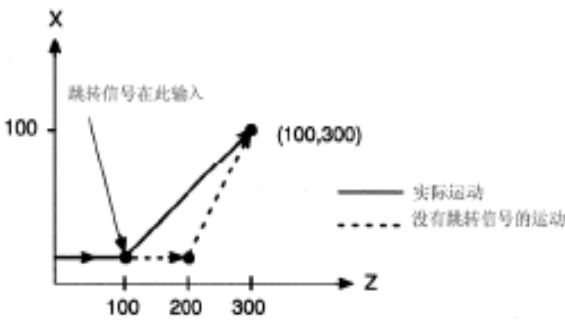

图 3-15
- 10) G31 的下一个程序段是 2 个轴的绝对坐标编程, 见图 3-15